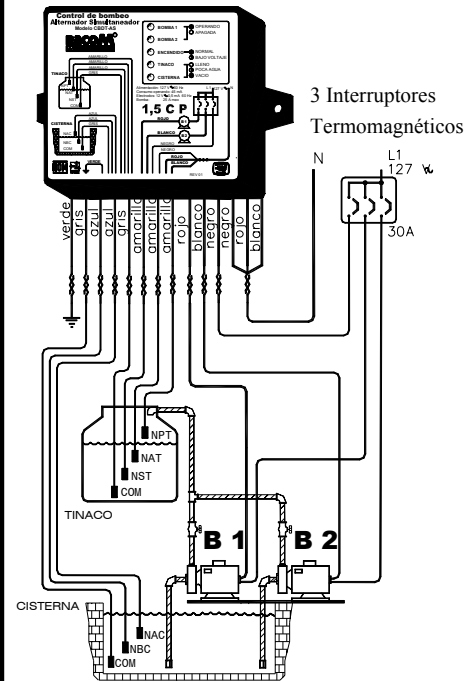

figura 2 Conexión monofásica 127 V ca
Instale los electrodos en la cisterna y el tinaco como se muestra en el diagrama de la figura 2. Conecte las bombas de acuerdo a sus necesidades conforme a los diagramas de las figuras 2, 3 ó 4. Por seguridad haga la instalación sin energía eléctrica. Conecte el cable verde a tierra física.
5. La bomba no para.	5.1. Verifique que los electrodos del tinaco estén en la posición adecuada. 5.2. Verifique que los cables azules vayan a la cisterna y los amarillos al tinaco. 5.3. Verifique que los electrodos se hayan instalado de acuerdo al diagrama de instalación de la figura 2. 5.4. Verifique que los electrodos estén limpios y tengan continuidad. 5.5. Apague el termomagnético correspondiente al control si las bombas no paran , lleve el CBDT-AS a servicio.